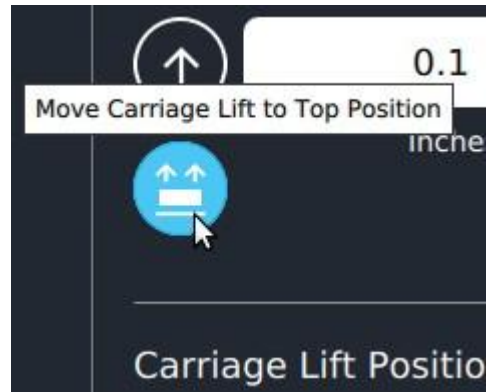

Рисунок 2-3: Кнопка «Move Carriage Lift to Top Position»
D. **Нажмите** кнопку « Move Carriage Lift to Top Position», Рисунок 2-3 .